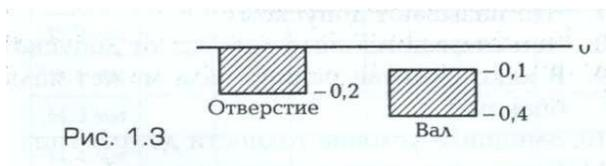

Рис. 1.3
10. Отметьте, какая посадка изображена на рис. 1.3: